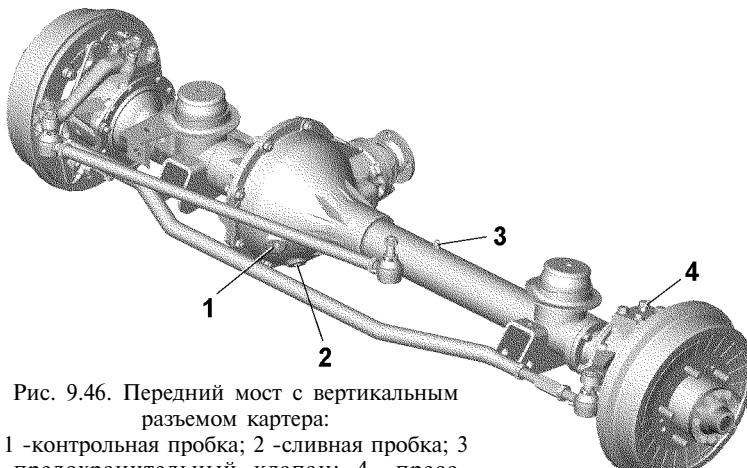

Рис. 9.46. Передний мост с вертикальным
**На некоторые автомобили могут быть установлены мосты, приведенные на рис. 9.46, со шкворнями, в которые необходимо добавлять смазку в процессе эксплуатации.** Для смазки шкворней на рычаге поворотного кулака (справа) и на верхней накладке шкворня (слева) установлены пресс-масленки 4. Зазор между торцами шкворней и опорными шайбами шаровой опоры, образующийся при износе трущихся поверхностей, устранийте снятием сверху и снизу одинакового количества регулировочных прокладок. Разность между суммарными толщинами верхних и нижних прокладок не должна превышать 0,1 мм.